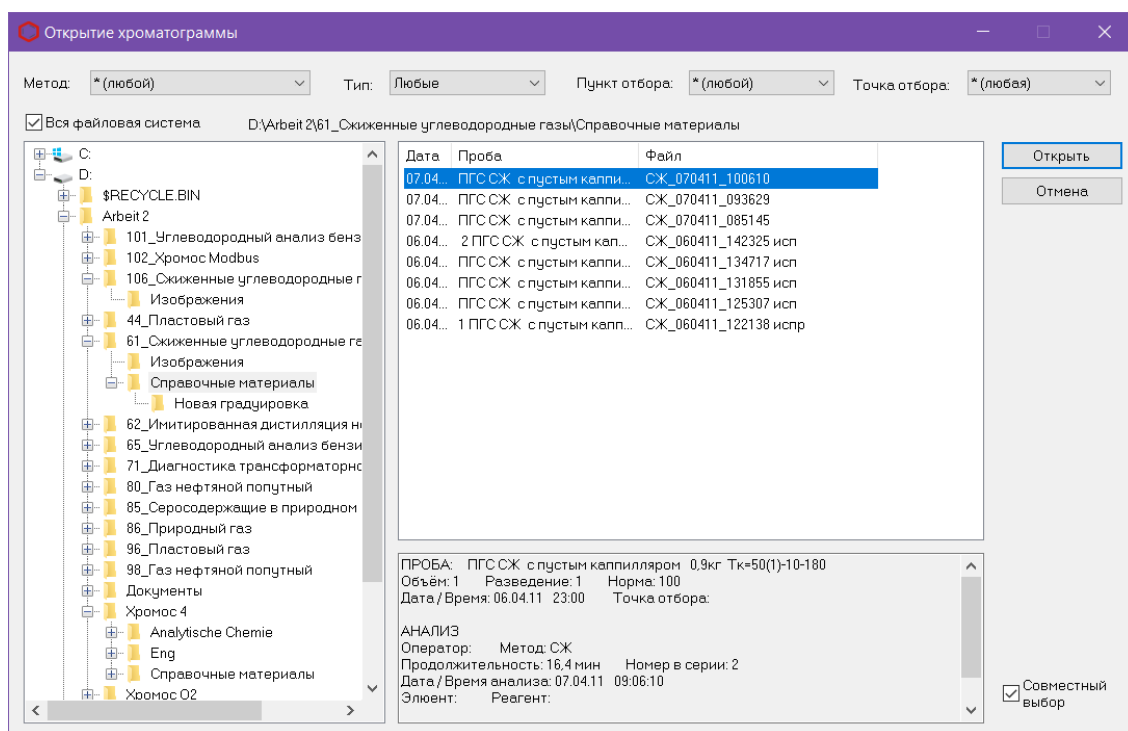

Рис. 4. Окно «Открытие хроматограммы»
1. Нажмите **Добавить**. Откроется окно *Открытие хроматограммы* (Рис. 4).